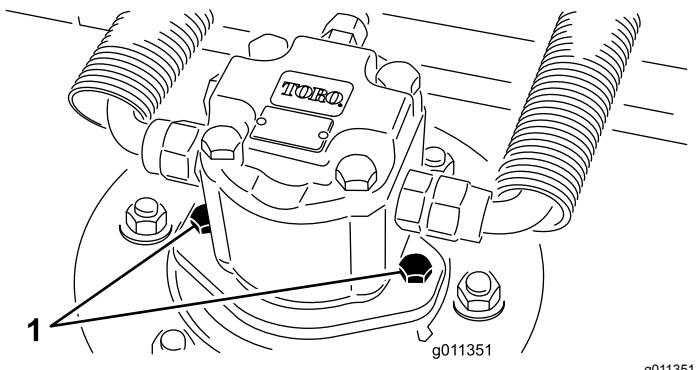

Figura 80
- Desconecte el motor hidráulico y retírelo de la carcasa (Figura 80). Tape la parte superior del eje para evitar la contaminación.
- Instale el motor hidráulico en la carcasa (Figura 80). Asegúrese de que la junta tórica está correctamente colocada y que no está dañada.